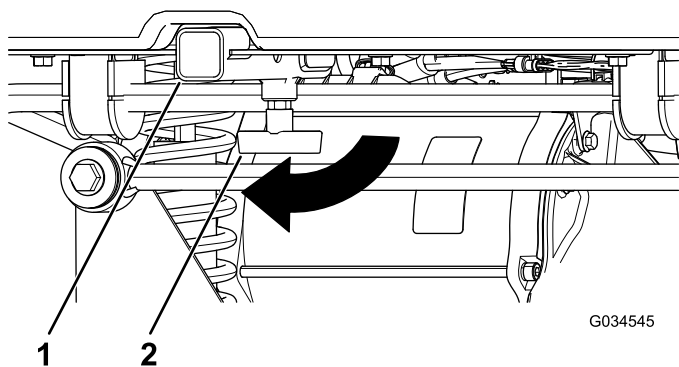

Figura 20
1. Afloje la maneta en T girándola en sentido horario (Figura 20).
2. Introduzca el accesorio en el receptor hasta que los taladros queden alineados (Figura 20).